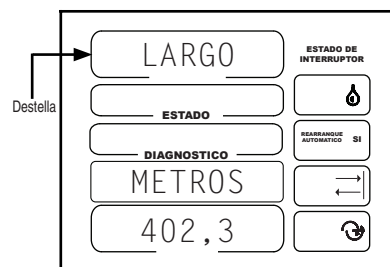

Figura 62-4
1. LONGITUD debe estar destellando. Vea la Figura 62-4.
1. LONGITUD + debe estar destellando. Vea la Figura 62-4.